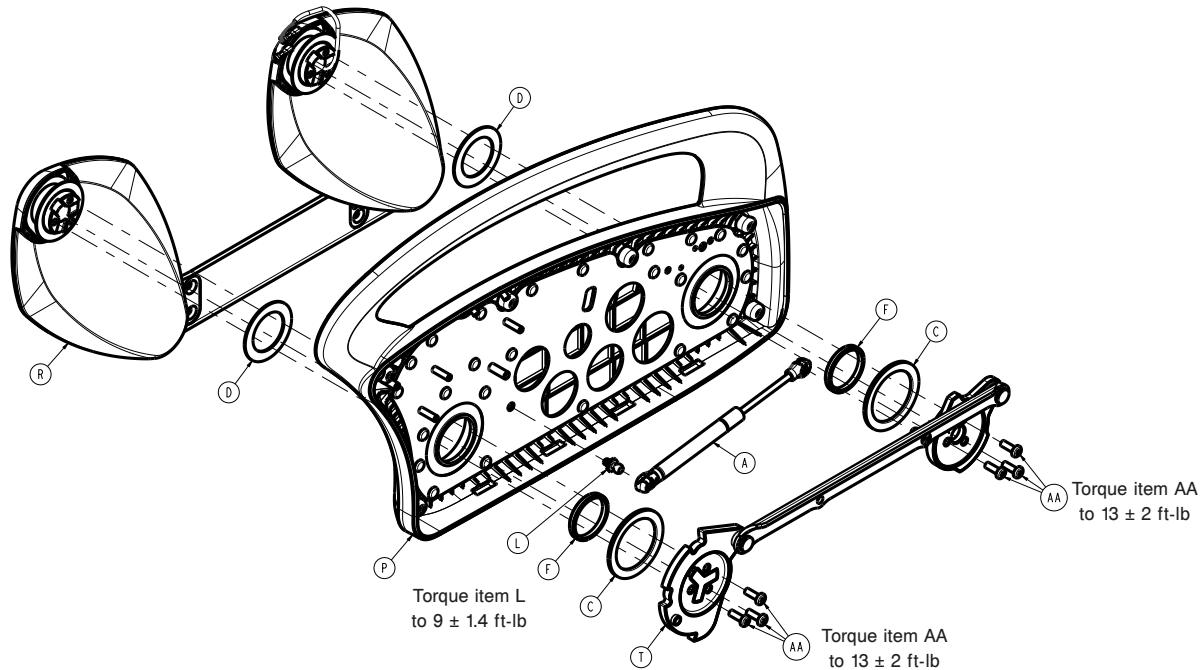

Figure 62 – Remplacement de l'arceau de la barrière du côté pieds
15. À l'aide d'une clé à cliquet et d'un tournevis Torx T30, retirer les six vis (AA) qui fixent les cames du maillon de synchronisation aux bras de la barrière (Figure 62). Conserver les vis.
11. À l'aide d'une clé à cliquet et d'un tournevis Torx T30, retirer les six vis (AA) qui fixent les cames du maillon de synchronisation aux bras de la barrière (Figure 62). Conserver les vis.
12. À l'aide d'un petit tournevis à fente, déclipser le vérin pneumatique (A) de l'ensemble de maillon de synchronisation (T) et du châssis de l'arceau de la barrière (P) pour retirer le vérin pneumatique (Figure 62).